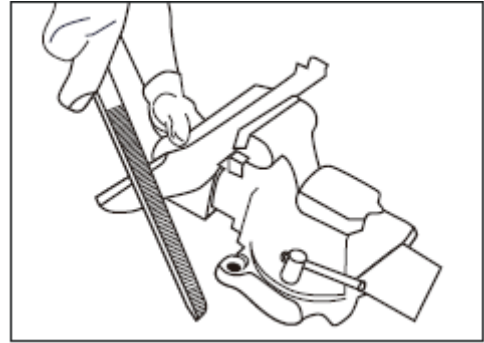

Fig. 17
- Spänn fast kniven i en skruvstäd (se fig. 17).